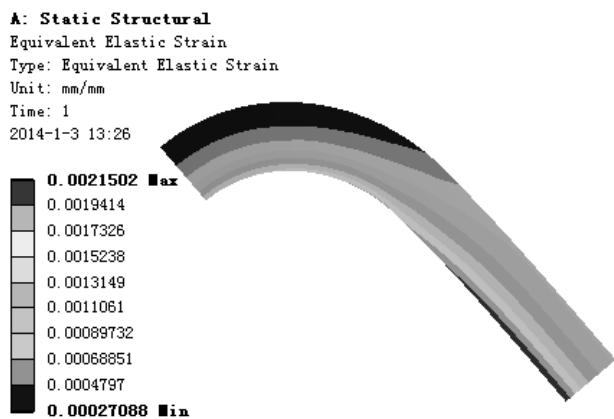

图 7.5.64 应变结果图解
(4) 查看应变结果图解。在“Outline”窗口中选中  Equivalent Elastic Strain，查看图 7.5.64 所示的应变结果，其最小应变为 2.7088×10^{-4} mm/mm，其最大应变为 2.1502×10^{-3} mm/mm。